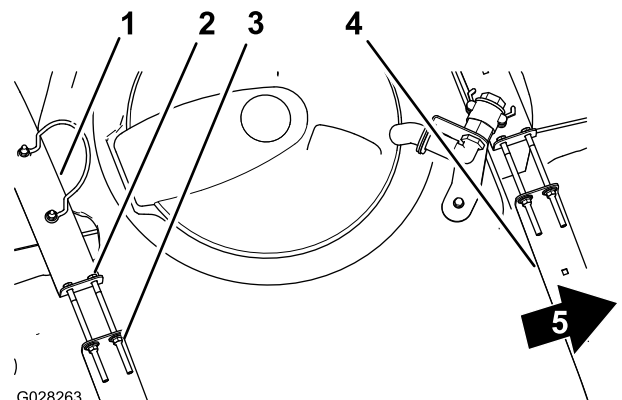

Figure 20
2. Vérifiez qu'il n'y a aucun jeu entre les sangles et la cuve (Figure 20).
et les boulons en haut des sangles jusqu'à ce que ces dernières soient parfaitement en appui sur la surface de la cuve (Figure 20).